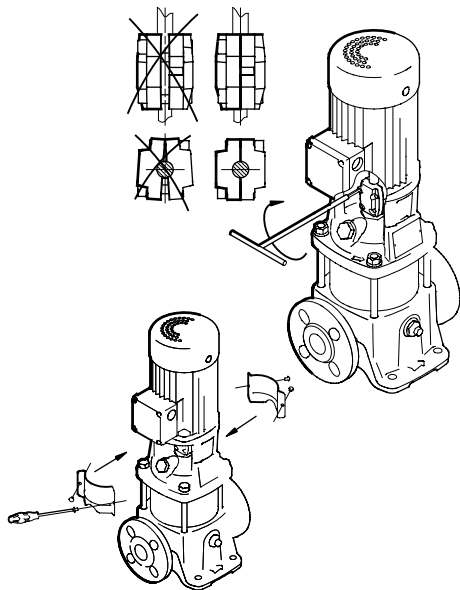

Рис.1 .
*Проверить, чтобы зазоры с обеих сторон полумуфт были одинаковы, смотрите Рис.1*
*Проверить, чтобы зазоры с обеих сторон полумуфт были одинаковы, смотрите Рис.1.*